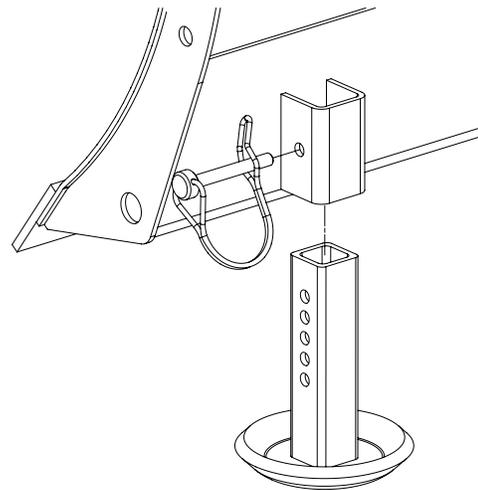

Figure 7
- Fixez les patins d'usage intense à la lame du chasse-neige. Consultez la Figure 7. Faites glisser le patin dans le manchon vers l'extérieur de la lame du chasse-neige. Terminez en insérant une goupille dans le trou du manchon prévu à cette fin puis dans le trou désiré du patin. Assurez-vous de verrouiller la goupille du patin après avoir terminé, afin d'éviter de perdre le patin et la goupille pendant l'utilisation du chasse-neige.